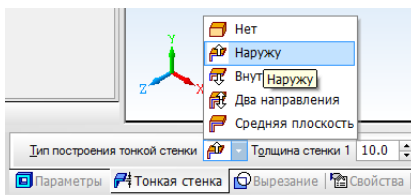

Рис.13
8.5 В главном меню выбрать **Операции/ Вырезать/ Выдавливанием**. В **Панели свойств** в строке **Расстояние** указать значение 15, и нажать **Enter**. Далее выбрать **Тонкая стенка/ Тип построения тонкой стенки/ Наружу**. **Толщина стенки** указать значение – 10, **Enter** (см. рис. 13).